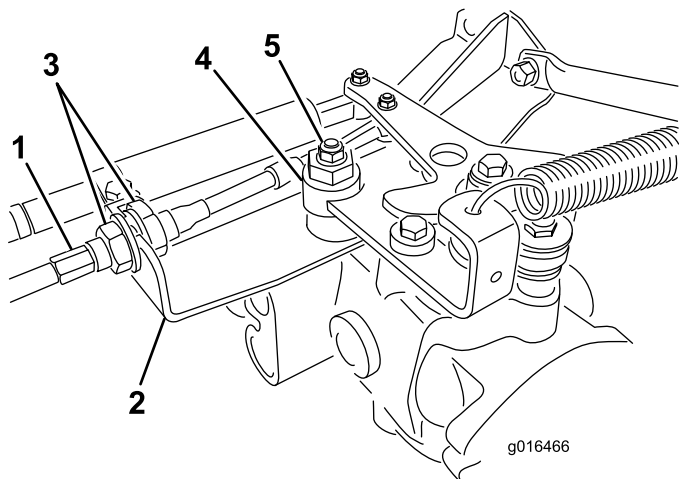

Figura 43
- A. Allentate entrambi i controdadi che fissano il cavo di comando della trazione alla paratia dell'igrostatato (Figura 43). Verificate che i controdadi siano ugualmente allentati, in modo sufficiente da consentire la messa a punto.
- B. Allentate il dado che fissa l'eccentrico alla parte superiore dell'igrostatato (Figura 43).
D. Fate girare l'eccentrico finché non riscontrate movimenti in alcuna direzione. Quando la ruota cessa di girare, serrate il dado di bloccaggio dell'eccentrico per mantenere la messa a punto (Figura 43). Verificate la regolazione portando l'acceleratore in posizione Slow e Fast.
E. Da ambo i lati della piastra serrate in modo **uniforme** i dadi che fissano il cavo di trazione alla piastra (Figura 43). Non torcete il cavo.